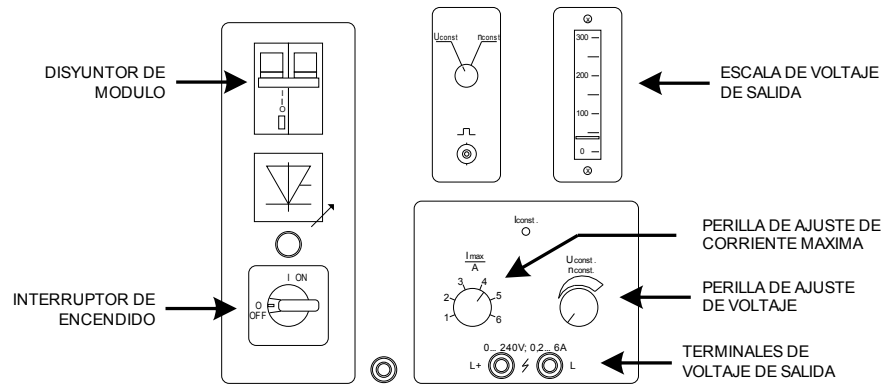

Figura 5.5.
La fuente de voltaje variable con ajuste de corriente máxima, ver figura 5.5, tiene sus terminales de salida identificadas por L+ como la positiva, y L- como la negativa, además estas terminales están identificadas de color rojo y azul respectivamente. El encendido de la fuente se lo realiza cuando el disyuntor del modulo esta hacia arriba y se gira el interruptor de encendido a la posición 1 (ON); la fuente estará apagada siempre que el interruptor de encendido se encuentre en la posición 0 (OFF). Hay que considerar que las perillas de ajuste de corriente máxima y voltaje de salida estén en su mínimo valor.